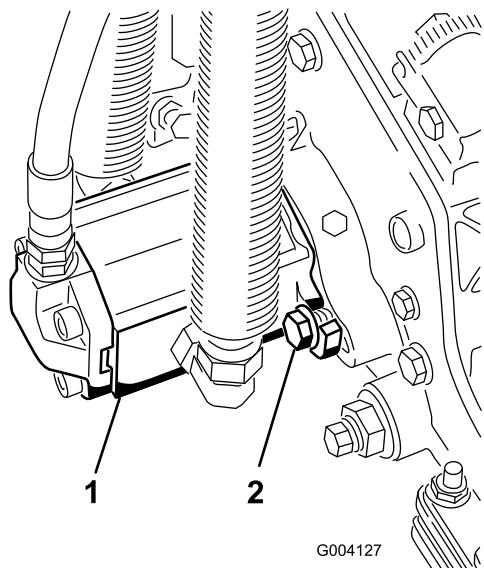

図 13
16. モータを手に持ち、右回りにひねってモータのフランジをボルトから逃がしながら、キャップスクリュにモータをセットする(図 13)。